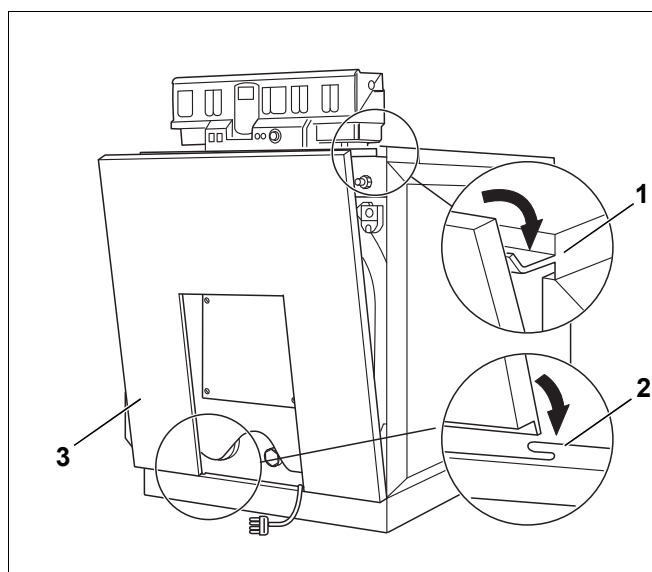

Рис. 41 Установка передней стенки
- Вставьте переднюю стенку (рис. 41, [3]) внизу в середине в цокольную планку (рис. 41, [2]).
- Подвесьте переднюю стенку сверху на отбортовку передней крышки (рис. 41, [1]).